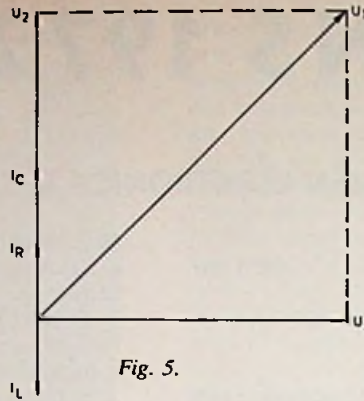

Fig. 5.
b. Als de frequentie van de bronspanning wordt verdubbeld, wordt  $X_C = 10\Omega$  en  $X_L = 20\Omega$ . Nu wordt dus  $I_C = 3$  A en  $I_L = 1,5$  A. Het vectordiagram wordt nu zoals is getekend in fig. 5.